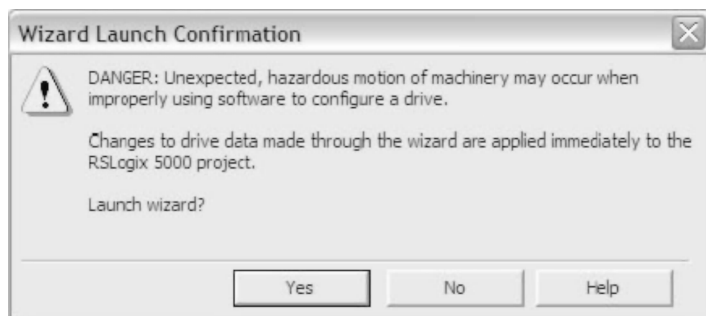

图 25-29 向导启动确认
27. 查看该向导的警告对话框。将出现“向导启动确认”（Wizard Launch Confirmation）对话框，如图 25-29 所示。该消息会提醒您使用该软件来组态变频器时，如果不当可能会出现意外的、危险的机械运动。